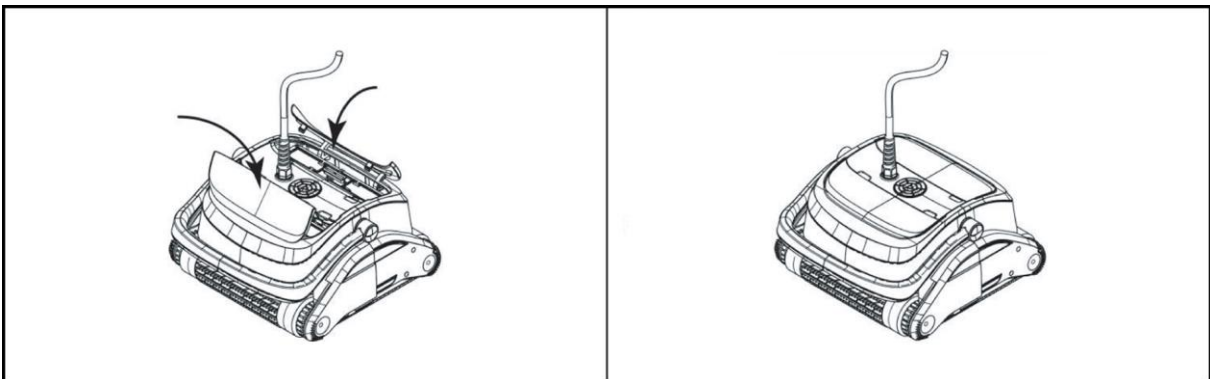

Fig. 7
- Monte el aparato en orden inverso para dejarlo nuevamente listo para funcionar (Fig. 7).